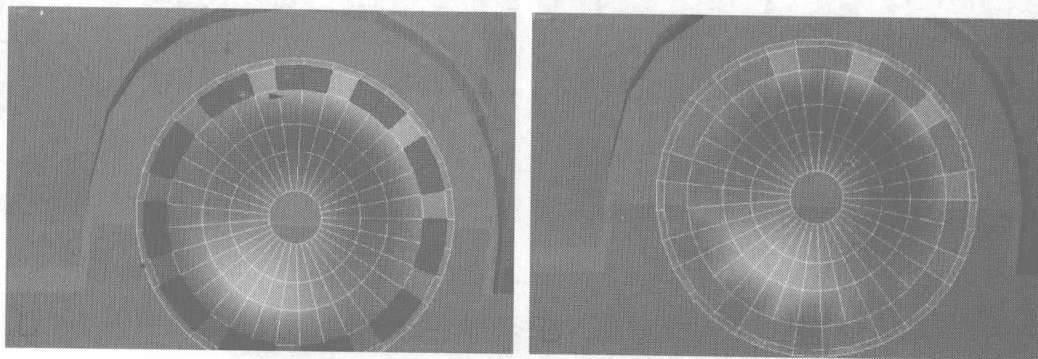

图 7.247
- 17 选择图 7.247 中的面，按 Delete 键删除。然后选择图 7.248 中的面，单击 **Inset** 右边的小方块，在弹出的对话框中设置加面参数，单击 **OK** 按钮，在原来的面上添加一个面，如图 7.249 所示。按 Delete 键，将添加的面删除，如图 7.250 所示。